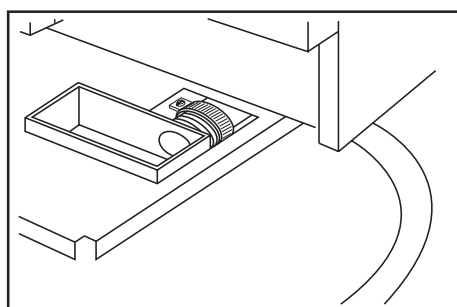

Fig. 5
- Conectar al manguito de descarga situado en la base de la máquina un tubo con diámetro interior de 15-17 mm, y ajustar con una abrazadera de tornillo (fig. 5).